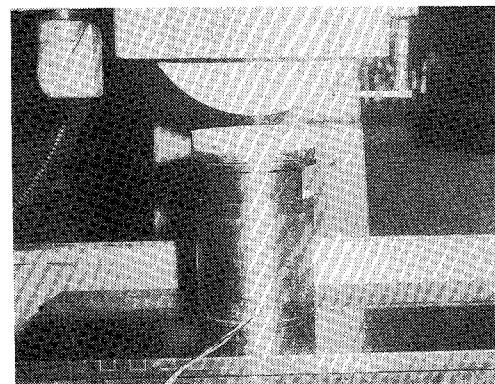

図2-10 ロータリドレッサを平面研削盤に取り付ける
- ① ロータリドレッサをマグネットテーブル上にセットし、マグネットスイッチを入れて固定する(図2-10)。